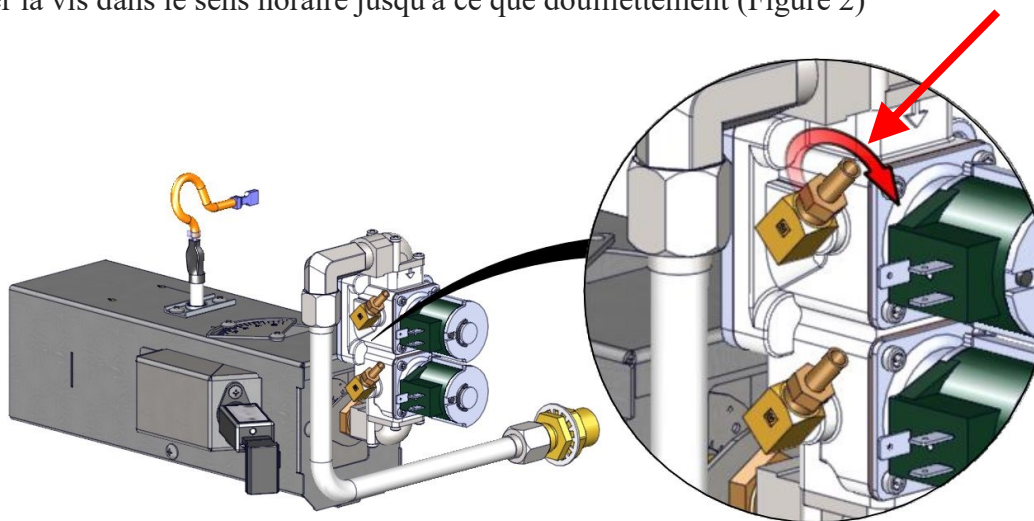

Figure 2
- Serrer la vis dans le sens horaire jusqu'à ce que douillettement (Figure 2)